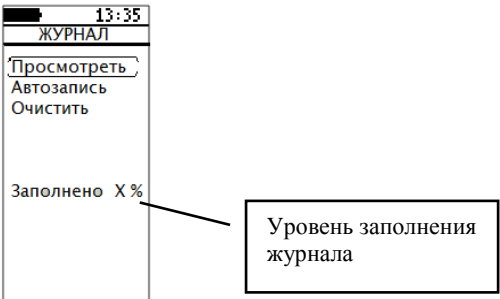

Рис. 14
4.3.1 Переместить маркер на строку «ЖУРНАЛ» и войти в пункт. Меню представлено на рис. 14, где активный пункт меню выделяется фигурными скобками «⎵».